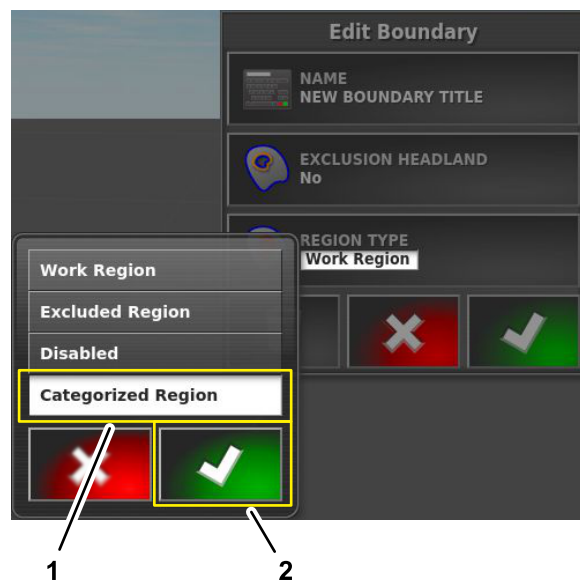

图 64
2. 在区域类型对话框中按分类区图标然后按“确认”图标图 64。